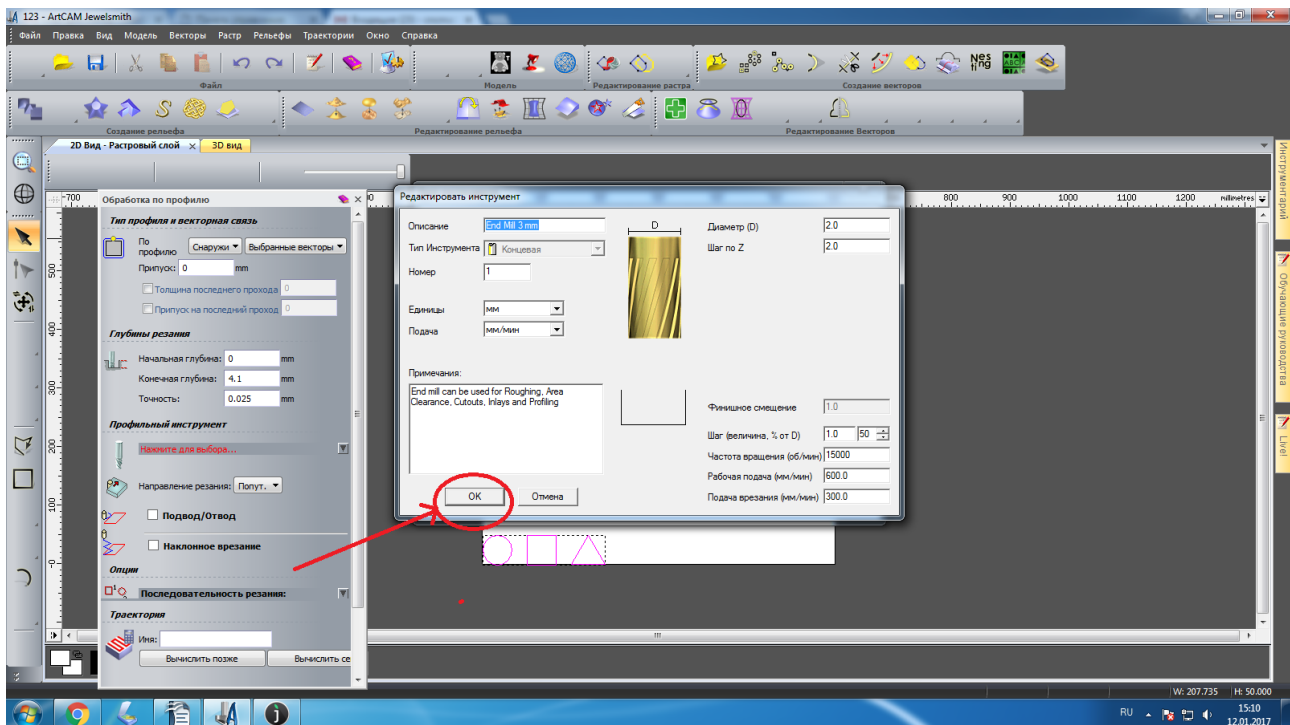

Рисунок 42. Сохранение изменений
44. Нажмите кнопку **ОК**, чтобы подтвердить изменения, рисунок 42